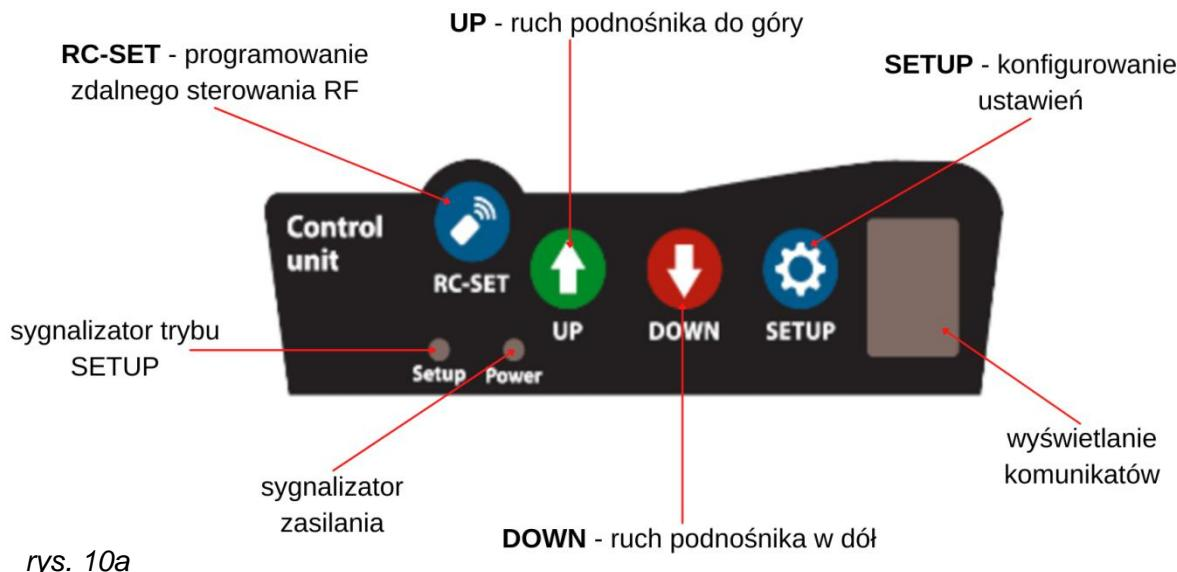

rys. 9
**UWAGA:** Pamiętaj, żeby podłączyć wszystkie kable, kiedy podnośnik jest w pozycji górnej (rys. 9) – upewnisi się w ten sposób, że kable mają wystarczającą długość.